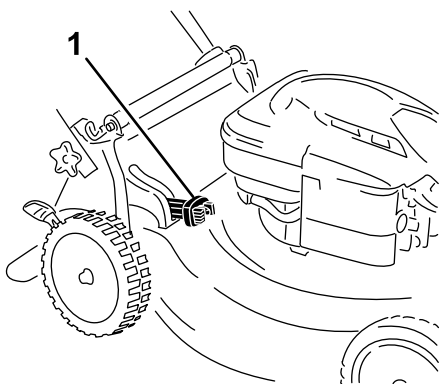

Figura 21
- **Per insaccare erba e sfalcio**, premete il pulsante sulla leva Bag-on-Demand e spostatela in avanti fino a quando il pulsante sulla leva non si solleva di scatto (Figura 21).